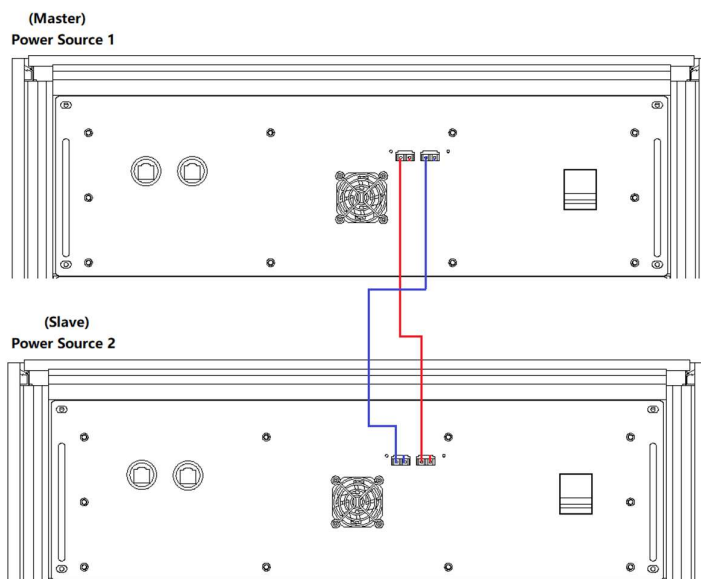

图 2-10 并联线缆接线图
**步骤二：**如图 2-10 所示，将两台设备的光纤线缆连接。